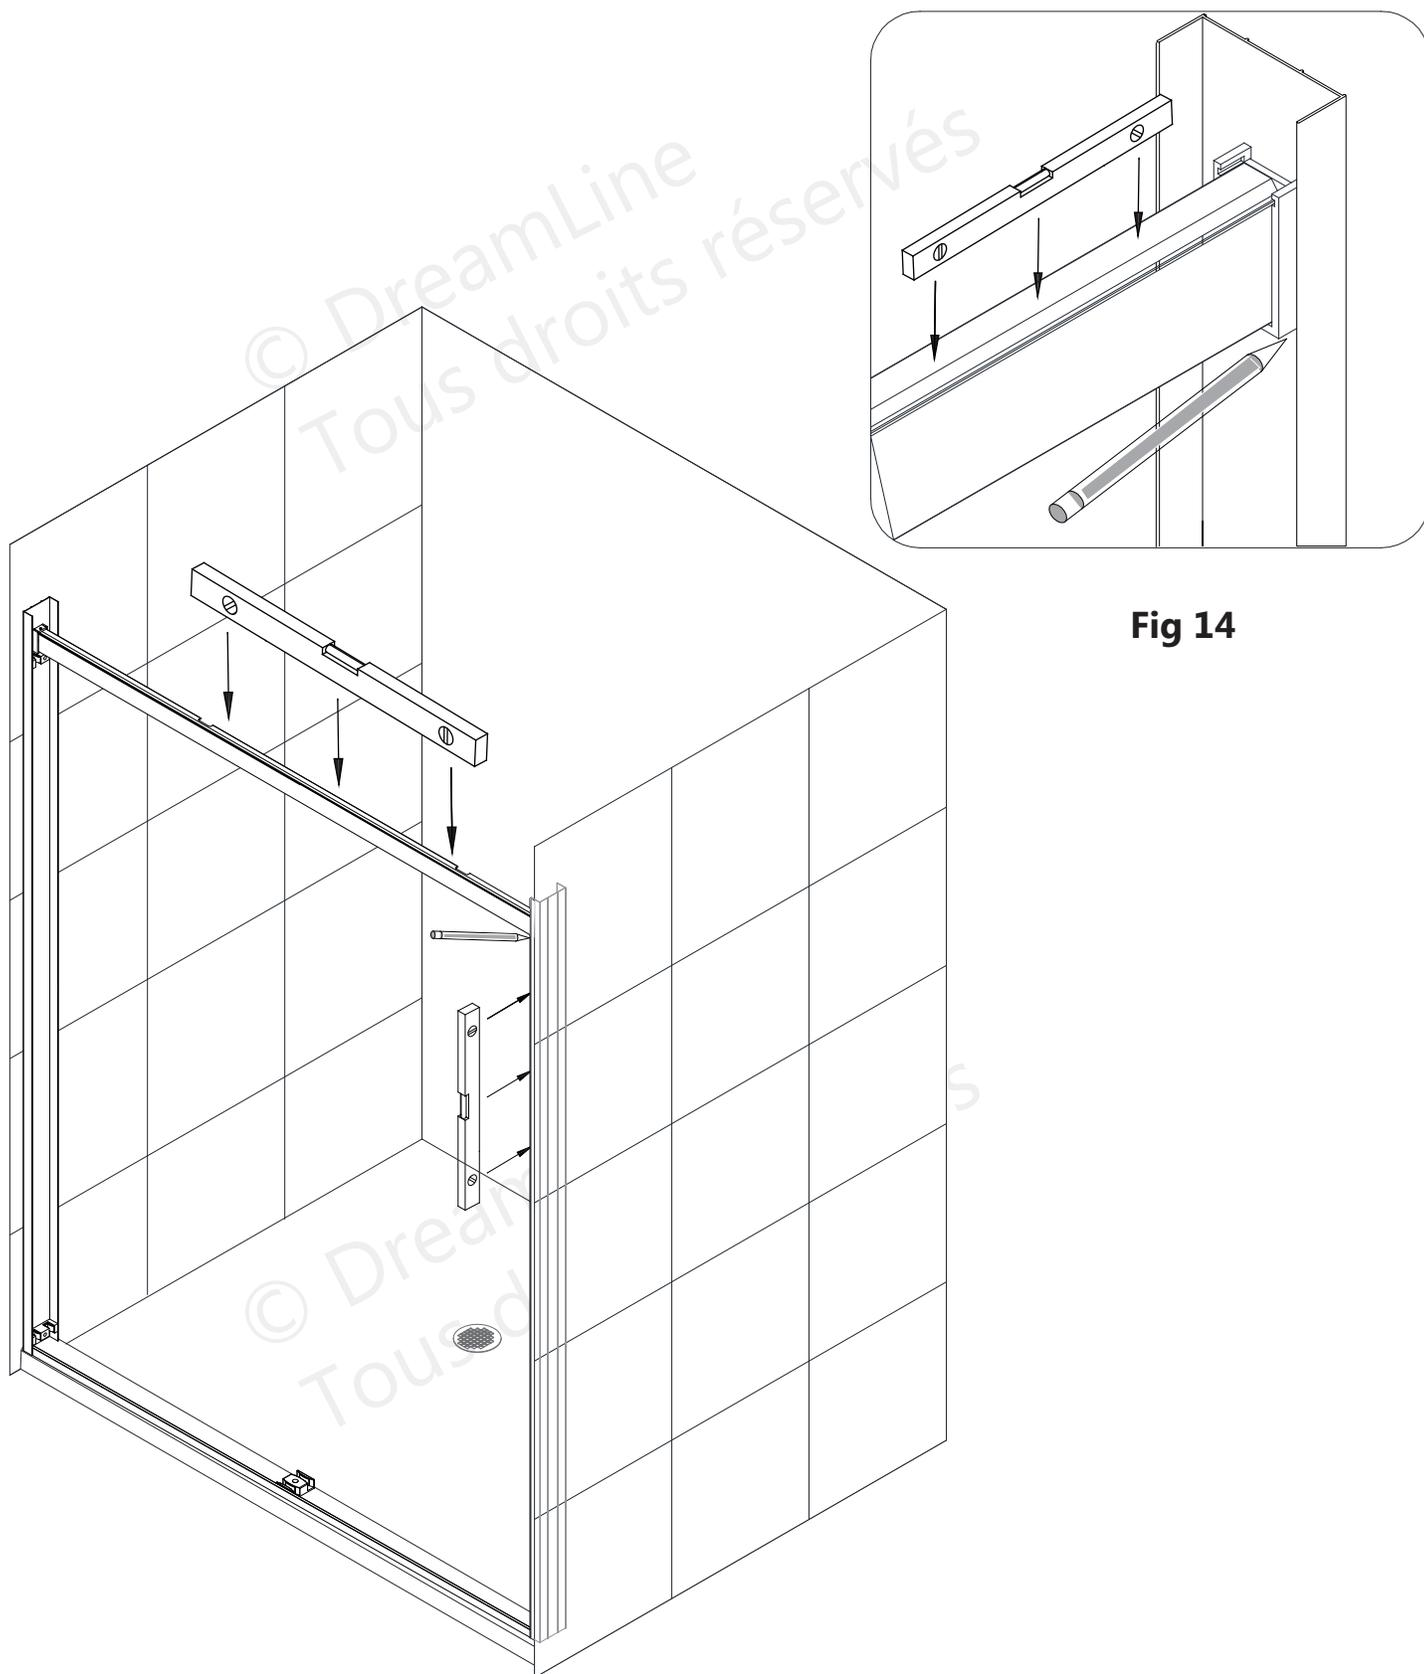

Fig 14
14. Placez un niveau sur le dessus du **Rail du Haut (N° 01)**. Lorsque le **Rail du Haut (N° 01)** est à niveau, marquez la position de la **Fixation du Rail (N° 02)** sur le **Profilé Mural (N° 19)**. (**Fig 14**)